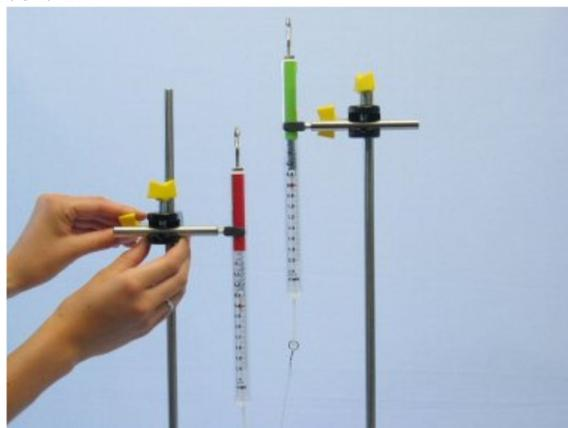

Fig. 14
- Muovi il dinamometro da 2 N nel suo supporto verso l'alto e leggi entrambi i dinamometri in ciascuna posizione (Fig. 14).